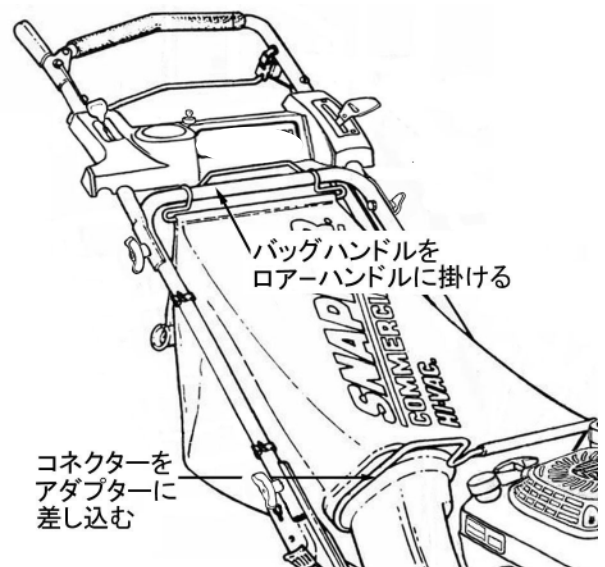

図3-13
1. コネクタをアダプタのフランジに差し込んでから、バッグの後部フックをローアハンドルに掛けます。（図3-13）